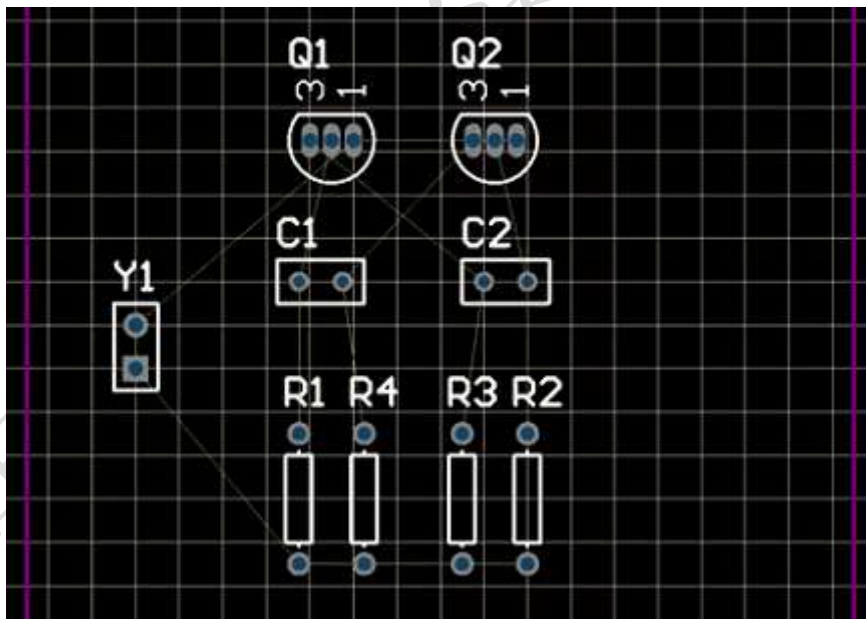

图 4.23 元器件放置在板上
3. 向着板的左手边放置封装（确保整个元器件保持在板的边界内），如图 4.23。
5. 以图 4.23 为范例，重新摆放其余元器件。当用户拖动元器件的时候可用空格键进行必要的旋转（每次向逆时针方向转 90°），使连接线如图 4.5 所示。不要忘记，当用户在摆放每一个元器件的时候要重新优化飞线。